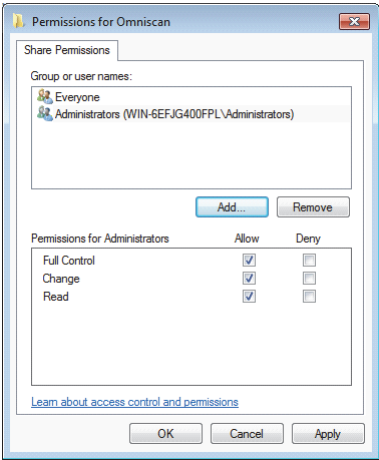

Рис. 7-31 Диалоговое окно Разрешения для Omniscan (Windows 7)
10. В диалоговом окне **Permissions for Omniscan** (Разрешения для Omniscan) щелкните на **Add** [Добавить] (см. Рис. 7-31 на стр. 224).